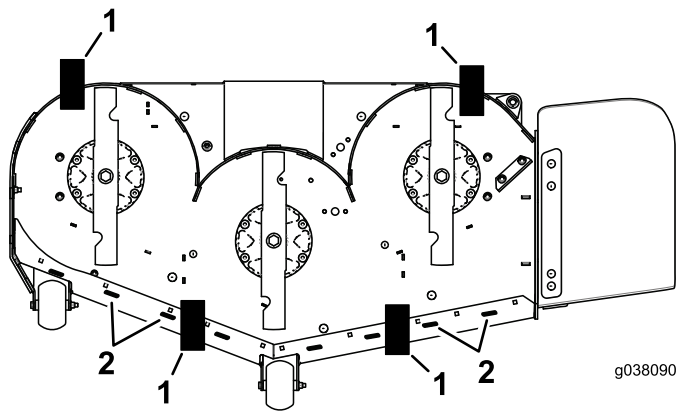

Figura 105
11. Coloque 2 bloques (ver Altura de bloque y soporte) debajo del borde trasero del faldón de la carcasa de corte, uno en cada lado de la carcasa de corte (Figura 105).